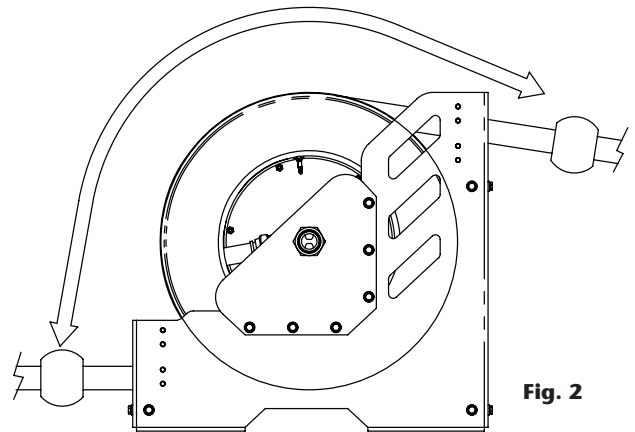

Fig. 2
4. Orientez le tuyau (il n'est pas nécessaire de retirer la butée du tuyau) vers la nouvelle position de sortie en tenant fermement le tuyau, en relâchant le tambour du cliquet et en le tournant jusqu'à ce que le tuyau pointe vers sa nouvelle position de sortie (Fig. 2). Verrouillez le tambour dans la position de cliquet la plus proche.